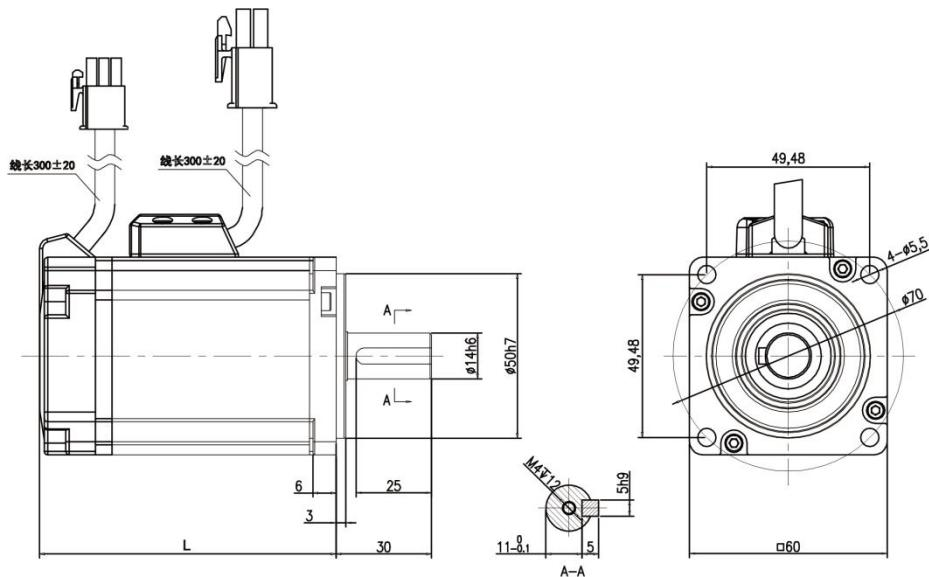

图 3.2 60 电机和表 3-1
- 60 机座电机的安装尺寸(见图 3.2 和表 3-1 )